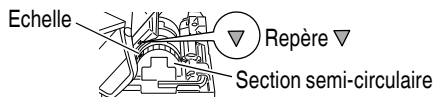

Fig. 28
- (2) Aligner l'échelle (de 0 degré à 45 degrés par incréments de 15 degrés) de la section semi-circulaire de la base sur le repère [▽] du couvercle du réducteur. (Fig. 28)